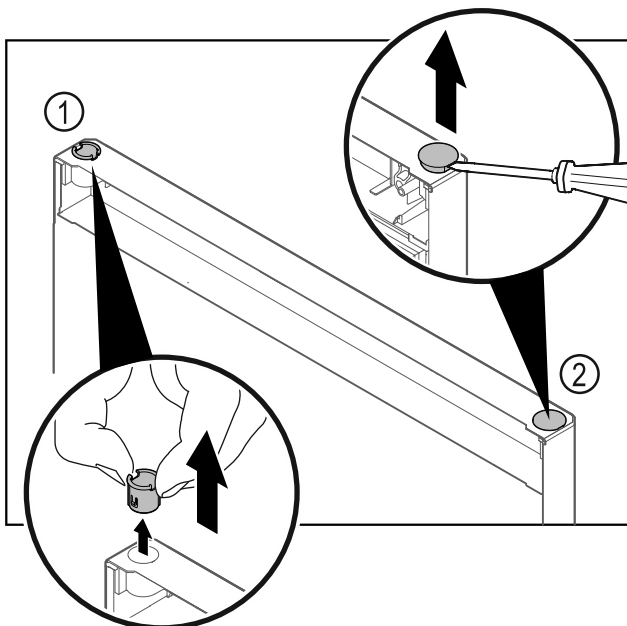

Fig. 24
- Vytiahnite puzdro závesu Fig. 24 [1] prstami.
- Plochým skrutkovačom opatrne nadvihnite kryciu zátku Fig. 24 [2] a vytiahnite ju.